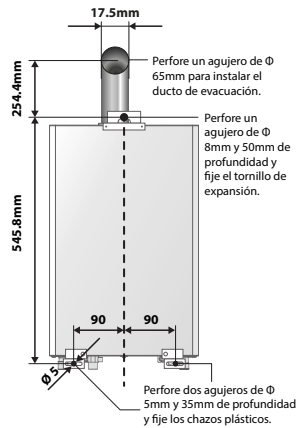

Figura 6.
- Abra los agujeros para la fijación de acuerdo a las medidas de la (Figura 6).